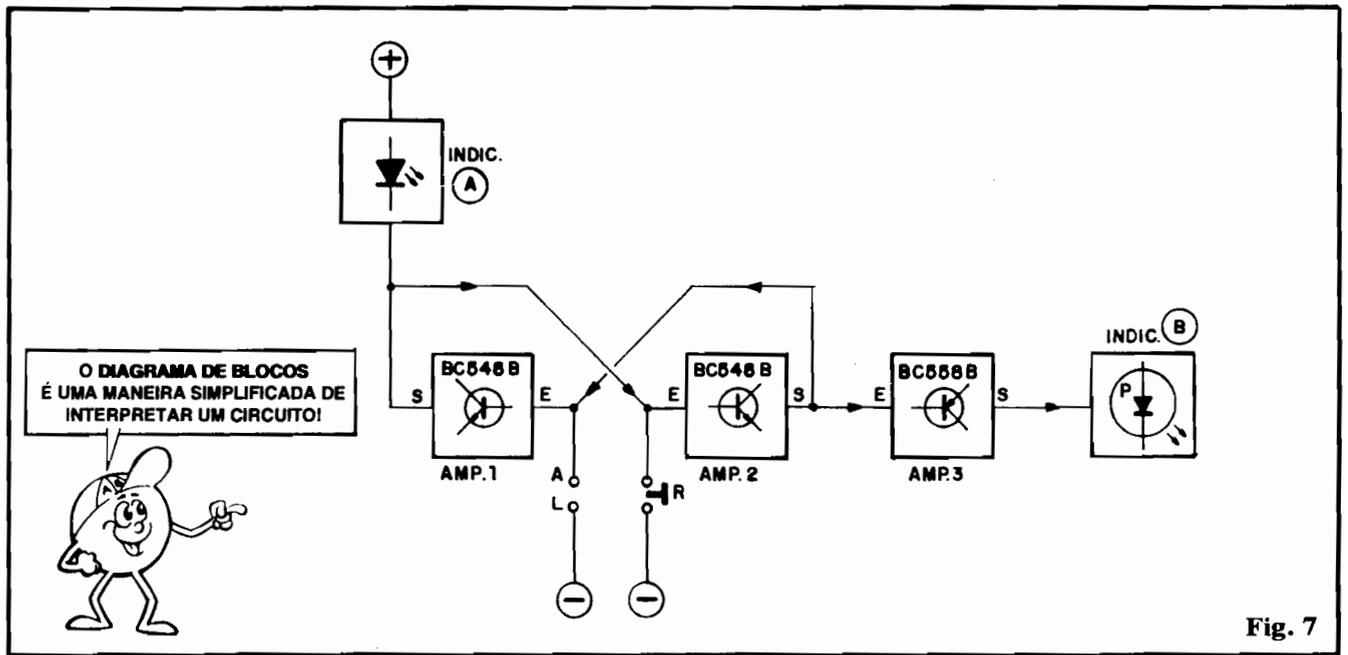

Fig. 7
- **FIG. 7** - Diagrama de blocos do circuito do JOGO DA MÃO BOA. Basicamente são três transistores, cada um em função amplificadora simples, com todo o "segredo" resultando do inteligente "entrelaçamento" desses três amplificadores... Os dois amplificadores formados pelos BC548B (AMP. 1 e AMP. 2) estão em ligação "cruzada", com a Entrada "E" de uma ligada à Saída "S" do outro, e vice-versa. Com isso temos um arranjo tecnicamente chamado de **BIESTÁVEL**, justamente porque o conjunto apresenta apenas **dois estados estáveis**, e nenhuma condição "intermediária" entre tais estados: se o AMP. 1 está "a mil", o AMP. 2 está "a zero", e vice-versa, uma vez que os arranjos, em **emissor comum**, são naturalmente **inversores** de polaridade ou fase do sinal ou condição aplicada à sua entrada (ver parte teórica da presente "Aula"...). Para "inverter" quaisquer dos dois estados **ESTÁVEIS** do conjunto, temos que aplicar uma forte "contra-polarização" externa, "zerando"